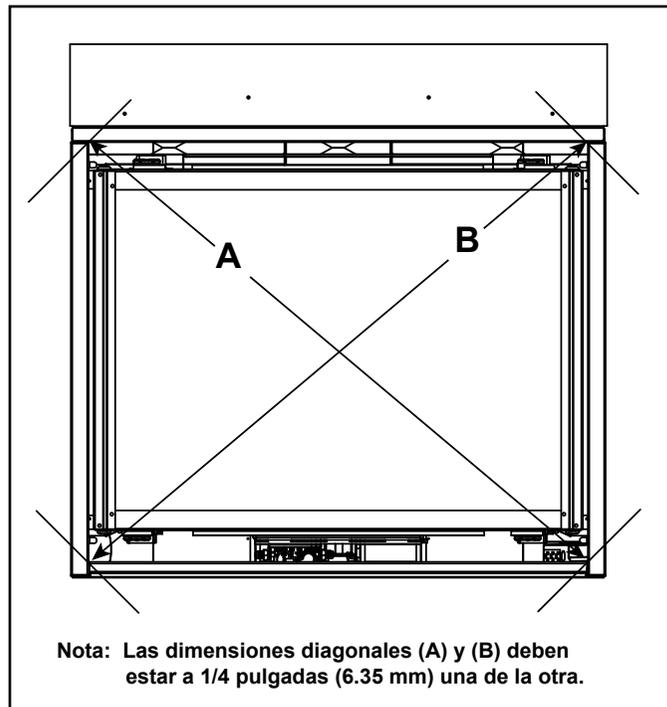

Figura 6.14 Colocación del aparato en ángulo recto
- Asegúrese de que las dimensiones diagonales estén dentro de 1/4 pulgadas (6.35 mm) una de la otra para cuadrar el aparato. Consulte la Figura 6.14.